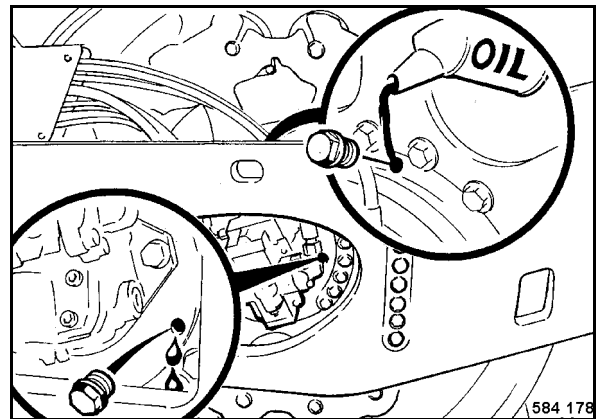

Fig. 193
- Cargar aceite por el taladro de llenado de aceite (Fig. 193) hasta el nivel de aceite se encuentra en la arista inferior del agujero de control.